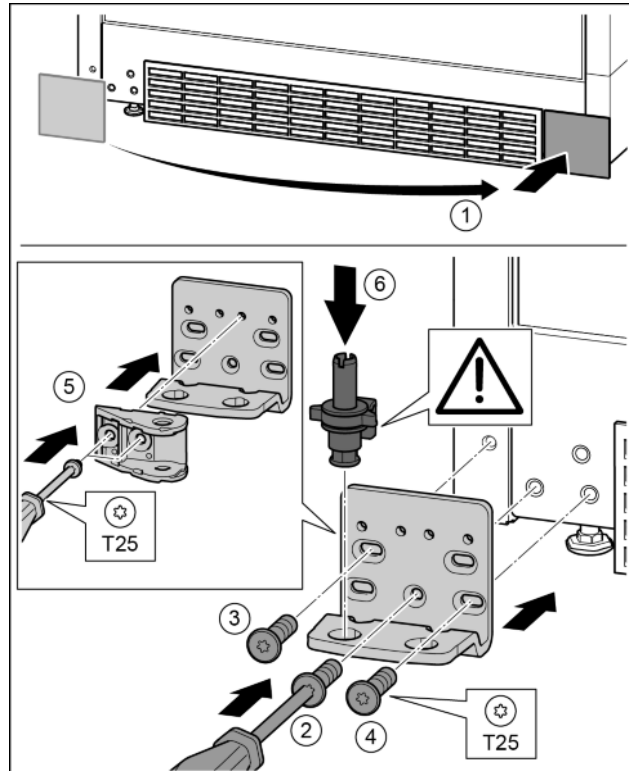

Fig. 36
- ▶ Zdjąć osłonę i założyć z drugiej strony. Fig. 36 (1)
- ▶ Płytkę zawiasu założyć z drugiej strony i przykręcić przy pomocy śrubokręta T25. Rozpocząć śruby 2 dolnej umieszczonej na środku. Fig. 36 (2)
- ▶ Dokręcić śrubę 3 i 4. Fig. 36 (3, 4)
- ▶ Połączenie amortyzatora zamykania obrócić o 180°. Przykręcić z drugiej strony płytki zawiasu przy pomocy śrubokręta T25. *Fig. 36 (5)*
- ▶ Założyć cały sworzeń płytki zawiasu. Przy tym zwrócić uwagę, by krzywka zatrzaskowa wskazywała do tyłu. *Fig. 36 (6)*